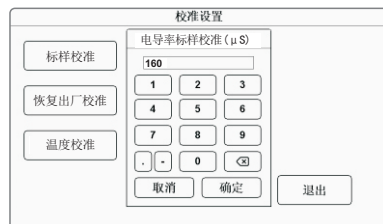

图2-48
- ◆ 标样校准：传感器放置在标样溶液中，进入图2-48所示界面后，直接输入所需数字修改标样值，按【确定】键执行标样校准；